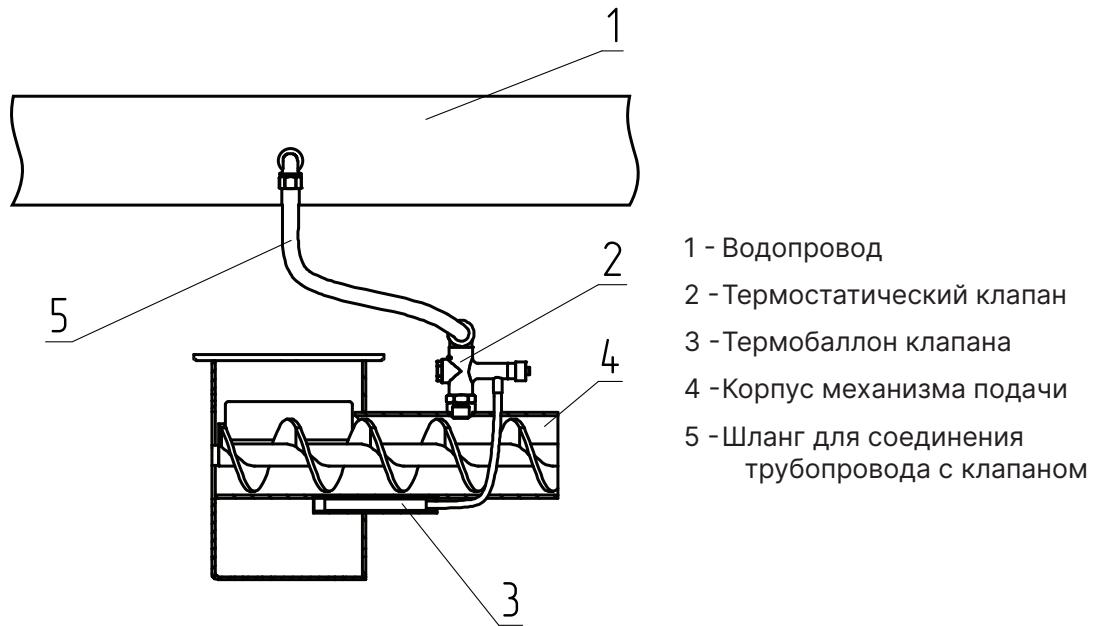

Рис.4 Система охлаждения топливопровода
- Для обеспечения полной пожарной безопасности необходимо устанавливать систему охлаждения топливопровода (доступно в качестве опции, см. Рис.4);
Внимание! Термобаллон клапана (**Рис.4, поз.3**) должен быть зафиксирован в гильзе двумя винтами.